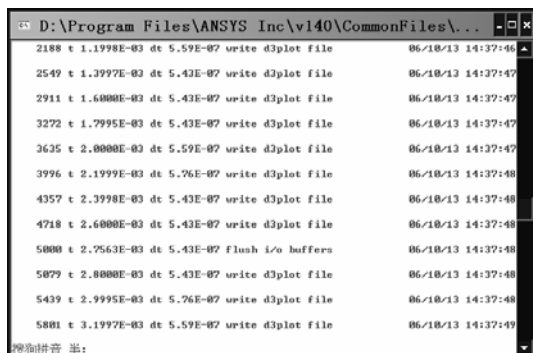

图 1-54 显示计算过程的“D:\Program Files\ANSYS Inc\v140\CommonFiles\...”窗口
(6) 在“Select Keyword Input File”窗口中找到“d:\bar\_impact”目录下的“bar\_impact.k”文件，用鼠标单击该文件后单击“打开”按钮。
(7) 单击“14.0 Mechanical APDL ANSYS Product Launcher [Profile: \*\*\* La...”窗口中的“Run”按钮，弹出显示计算过程的“D:\Program Files\ANSYS Inc\v140\CommonFiles\...”窗口（见图 1-54）。